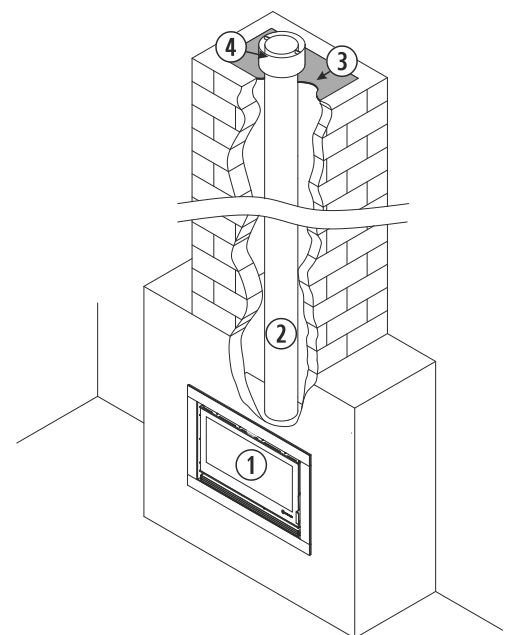

Figura 8
- Ao instalar a saída de gases sobre uma chaminé de obra, recomenda-se empregar tubagem metálica através desta, para evitar fissuras, rugosidades, variações de secção, etc. Numa chaminé já existente, esta deverá ser completamente limpa antes de realizar a instalação. O tubo deve ultrapassar a altura da chaminé de obra e sobressair uns centímetros na parte superior. No topo da chaminé, deve ser colocada uma placa de estanqueidade e um cobre-águas, como é mostrado na figura 8. Em alguns casos, a geometria da chaminé de obra existente, impossibilita a utilização de tubagem rígida, nestes casos excepcionais a normativa permite a utilização de canais flexíveis, que são de superfície lisa para evitar as perdas de pressão por roçamento e evitando mudar de direcção em ângulos superiores a 45º.
①	Estufa.
②	Tubagem de saída de gases.
③	Placa de estanqueidade e cobre-águas
④	Cabeça de chaminé anti-vento